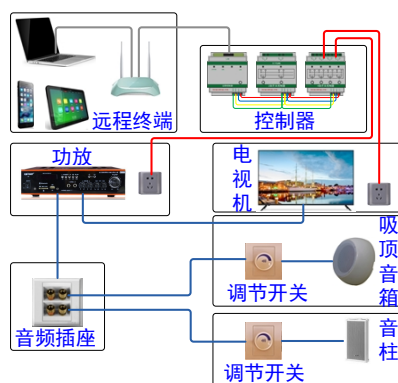
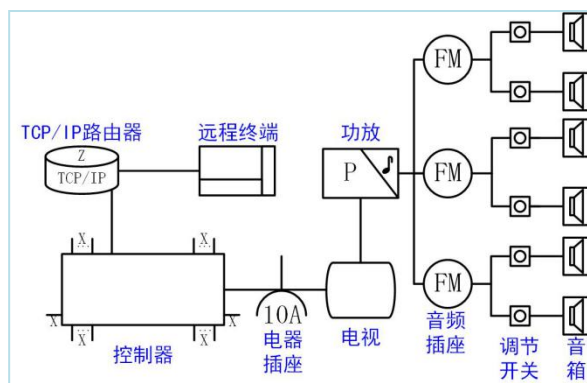

图 1-43 智能家居家庭影音系统原理图
图 1-44 智能家居家庭影音系统原理图
智能家居家庭影音系统包括液晶电视、音柱、吸顶音箱、智能媒体播放器、硬盘播放器、音量旋钮开关、红外转发器等，图 1-43，1-44 所示为智能家居影音系统的原理图。其中图 1-43 是以实物照片为图例设计的系统原理图，图 1-44 是按照 GB/T 34043-2017 《物联网智能家居 图形符号》国家标准中规定的图形符号设计的系统原理图，为了方便快速学习和理解，我们在图中增加了产品名称。
2) 掌握智能家居家庭影音系统的工作原理，并绘制系统原理图（参考图 1-43，1-44）。